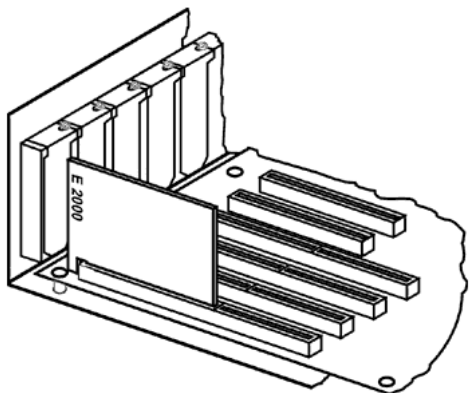

Рис. 6. Схема установки контроллера E2000
4. Установить плату контроллера E2000 в свободный ISA слот. Вырез на плате контроллера служит ключом установки и должен быть направлен к задней стенке ПК (схема установки приведена на рис. 6).